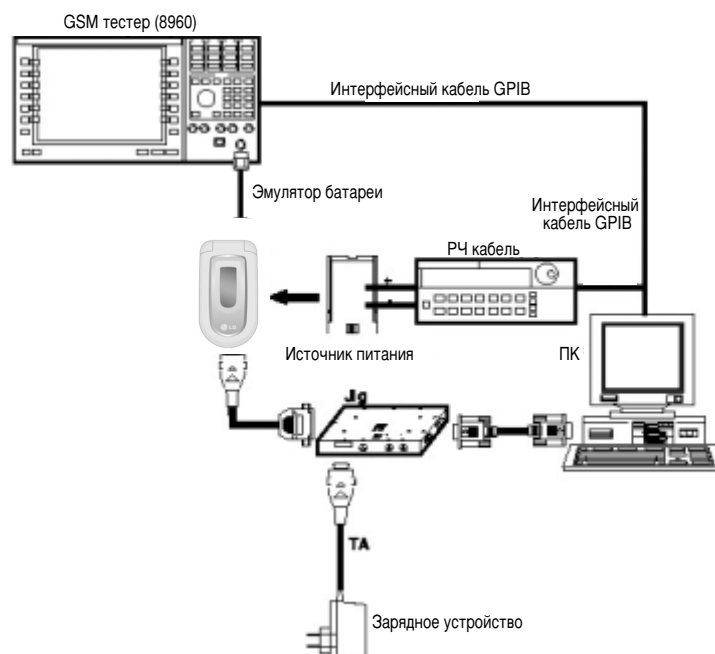

Рис. 5-2
1. Выполнить соединение как указано на Рис. 5-2 (последовательный кабель RS232 соединяет порт COM компьютера с портом MON устройства JIG).